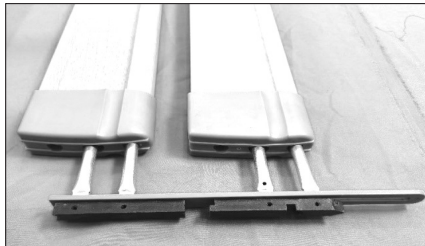

Fig. 5
4. Inserte los tubos circulares de la corredera en los orificios a ambos lados de las trampillas elevadoras, asegurándose de que la parte con forma y la parte puntiaguda de las trampillas elevadoras y de la corredera queden hacia arriba. hacia arriba. Monte las correderas a ambos lados. (Fig. 5)